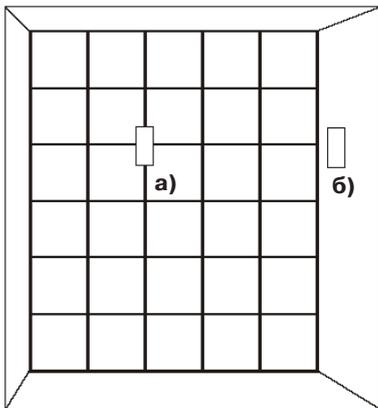

Рисунок 9 – Защита стеклоблоков
- непосредственно на охраняемую стеклянную поверхность [рисунок 9 а)]. Для этого крепежное устройство удобно размещать в отверстии цементного шва, соединяющего стеклоблоки между собой, по методике установки извещателя на кирпичную или бетонную конструкцию;
- на примыкающую к охраняемой кирпичную, бетонную или стальную конструкцию [рисунок 9б)] по соответствующей методике.